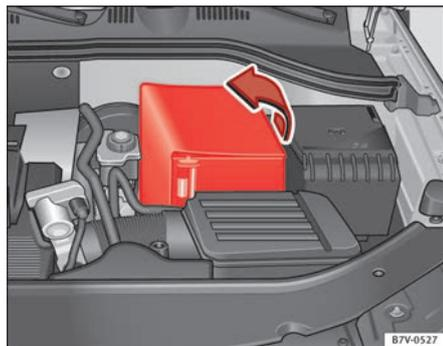

Abb. 174 Im Motorraum:
- *Bei einer Manschette:* Die Abdeckung zur Seite wegklappen ⇒ **Abb. 174**.